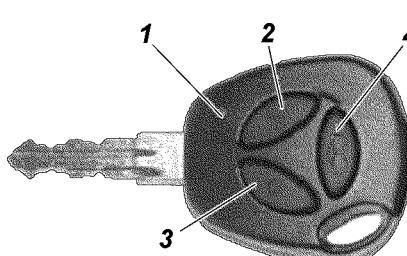

Рис. 3.9. Ключ с пультом дистанционного управления:
-после третьего звукового сигнала зуммера или после третьей вспышки сигнализатора включите зажигание, повернув ключ в положение I (см. рис. 3.9) выключателя зажигания;
-при установленной на охрану системе включите, используя мастер-ключ, зажигание, повернув ключ в положение I (см. рис. 3.9) выключателя зажигания;
-после пятого звукового сигнала зуммера или после пятой вспышки сигнализатора включите зажигание, повернув ключ в положение I (см. рис. 3.9) выключателя зажигания;
-после первого звукового сигнала зуммера или после первой вспышки сигнализатора включите зажигание, повернув ключ в положение I (см. рис. 3.9) выключателя зажигания. Число последующих звуковых сигналов зуммера будет соответствовать числу зарегистрированных ключей.
Система электроблокировки замков с дистанционным управлением автомобилей с бензиновыми двигателями экологического класса 3 состоит из блока управления электропакетом, двух ключей с пультом (ПДУ) дистанционного управления (рис. 3.9) и одного ключа без ПДУ.
Для блокировки замков дверей и включения режима охраны необходимо нажать кнопку 3 (см. рис. 3.9) на ПДУ. При этом замки всех дверей и замок двери задка заблокируются, система переходит в режим охраны, что подтверждается одиночным миганием указателей поворотов и медленным миганием сигнализатора 11 (см. рис. 3.4) системы в комбинации приборов.